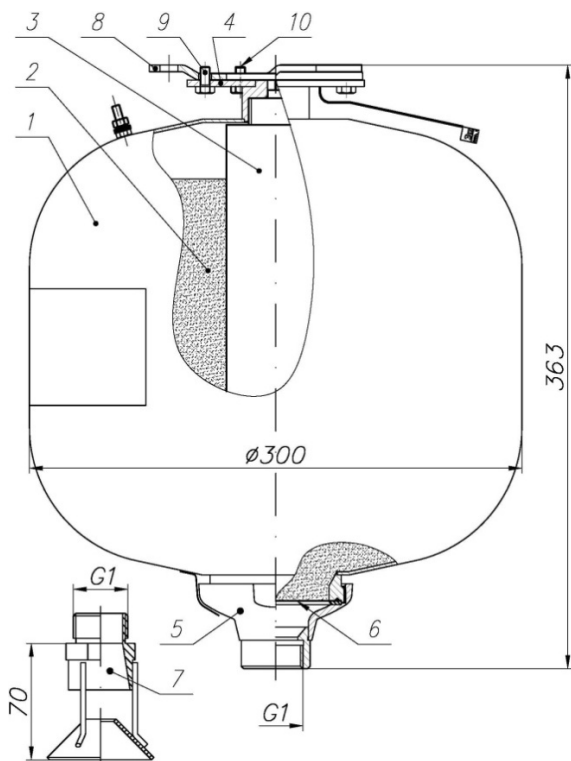

Рисунок 1 -Устройство модуля порошкового пожаротушения Буран-15КД
6.5 Соединить держатель модуля 4 (рис. 1) с кронштейном 8 так, чтобы головки болтов 10 вошли в широкие части пазов держателя модуля. После этого повернуть модуль вокруг оси до упора, болты при этом заходят в узкие части пазов и удерживают модуль в подвешенном состоянии. Зафиксировать от поворота модуль относительно кронштейна болтом 9. Затянуть болты 10.
– Слесарным зубилом разрушить мембрану (поз. 6, рис.1). Высыпать огнетушащий порошок в полиэтиленовый мешок или другую водонепроницаемую емкость. Производственные помещения, в которых производится работа с огнетушащим порошком, должны быть оборудованы приточно-вытяжной вентиляцией, обеспечивающей движение воздуха со скоростью от 0,3 м/с до 0,7 м/с. При проведении работ необходимо соблюдать меры предосторожности, указанные в п.5.2 и 5.3. Порошок утилизировать согласно п.5.3.